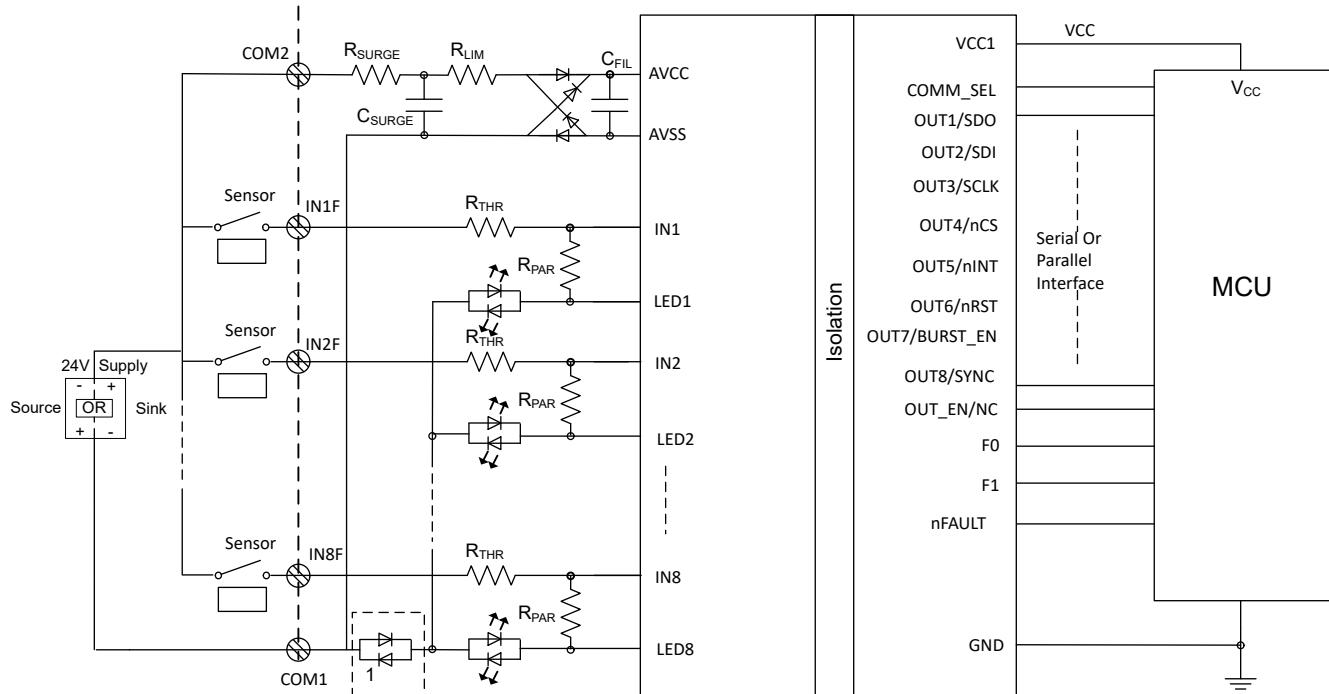

図4. ISO1228によるソースまたはシンクモードのデジタル入力モジュールの8チャネル動作
に制限されますが、これは従来の手法の 5 分の 1 の値です。ISO1228 を持つデジタルアイソレータの 8 チャネルの実装を、図 4 に示します。ISO1228 は同じデバイスでシンクモードとソースモードの両方をサポートしており、図 4 に示すように構成できます。 R_{ILIM} 抵抗は、すべてのチャネルの電流制限値を設定します。 R_{ILIM} 、 R_{THR} 、および R_{PAR} の推奨値は、ISO1228「電流制限および診断機能付き 8 チャネル絶縁型デジタル入力」データシートに記載されています。
1. ソース-シンク モード: ISO1228 は、同じデバイスでシンク モードとソース モードの両方をサポートできます。したがって、外部整流器は必要ありません。図 4 は、ISO1228 を使用してシンク モードおよびソース モードでそれぞれ実装された 8 チャンネルのデジタル アイソレータの構成を示しています。
6. 損失のない LED 表示: 入力状態の表示や手動によるメンテナンスのために、LED 表示は非常に重要です。ISO1228 は、各入力ごとに約 3mA のフィールド側入力電流を利用して LED を点灯させます。図 4 は、各チャネルで LED がどのように接続されているかを示します。これにより、LED 用に追加の電力を消費せずに済み、熱特性の改善にもつながります。
7. 基板面積の低減: これは、図 4 に示すように、8 チャンネルのディスクリート実装を 1 つのデバイスで代替する統合ソリューションです。これにより、PCB の面積を大幅に節約でき、同じ基板面積内でより多くのチャネル数を持つ PLC カードの作成が可能になります。